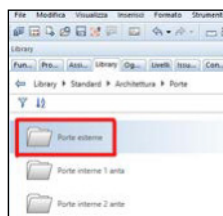

Fig. 56d
- Ed infine posso scegliere una tra le porte predefinite (Fig. 56d)